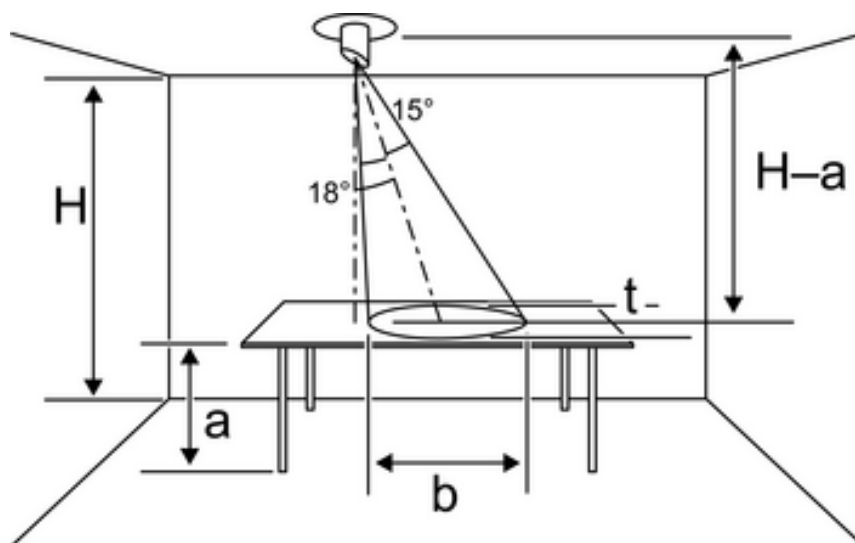

Figura 3: Barra conduttrice con incidenza di luce diagonale
- Se non è possibile eseguire il montaggio direttamente sopra la superficie di lavoro, montare il regolatore di luminosità spostandolo di lato (figura 3). Il cono di rilevamento risulta spostato lateralmente rispetto alla superficie da misurare.
Il regolatore è posizionato lateralmente sopra la superficie di lavoro (figura 3).
- Inserire la barra fotoconduttrice con incidenza di luce diagonale (7) per ca. 10 mm nell'apertura del sensore (8).
- Regolare la barra fotoconduttrice (7) in modo tale che il lato più lungo della barra sia rivolto verso la superficie di lavoro da misurare (figura 3).
- i** Se si utilizza la barra fotoconduttrice con incidenza di luce diagonale (7), occorre calibrare il regolatore.